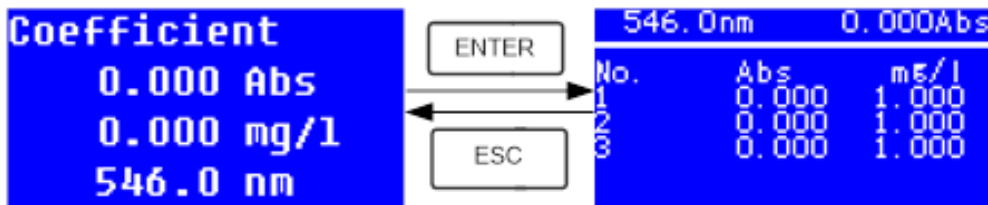

Figura 25
8. Coloque una a una las muestras en el haz de luz, luego presione **ENTER** para medir las muestras y mostrar el resultado en la pantalla; el equipo realizará las mediciones en absorbancia y calculará la concentración de acuerdo con la ecuación previamente ingresada. Todos los resultados estarán enlistados en la pantalla (figura 25) y serán almacenados automáticamente en la memoria RAM, por lo que podrán consultarse incluso en caso de falla de energía.